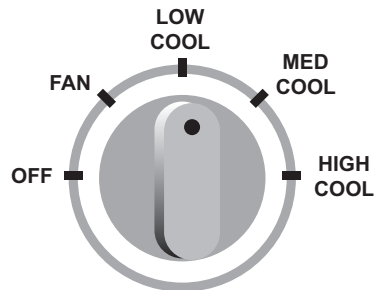

Рис. 3.3
3.3.1 Режим работы кондиционера устанавливается при помощи «ручки режима работы» (рис. 3.3).